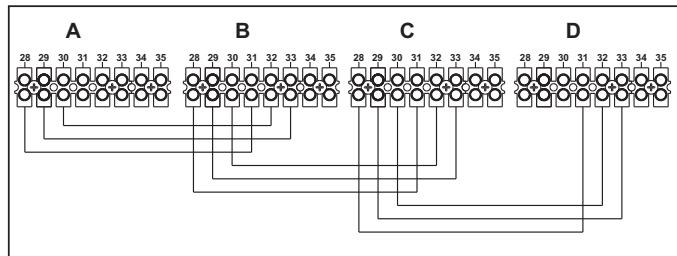

fig. 33 - Conexión en cascada
1. Conectar los módulos como se indica en fig. 33 (ejemplo con cuatro módulos)
Si el funcionamiento no es correcto, desconectar la alimentación eléctrica y controlar el cableado en fig. 33.